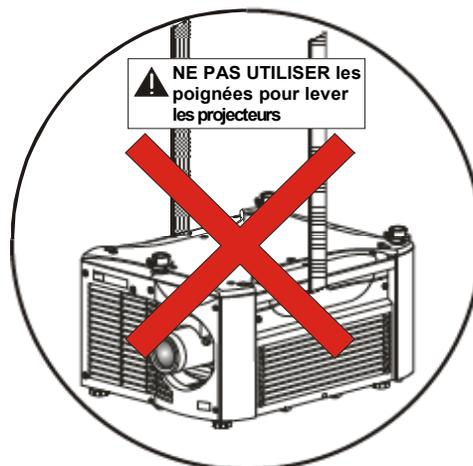

Figure 2.7. **NE JAMAIS** utiliser les poignées à des fins de levage ou comme points d'appui
- Ne jamais lever un projecteur en le prenant par les pieds, les poignées ou tout autre composant (**Figure 2.7**).